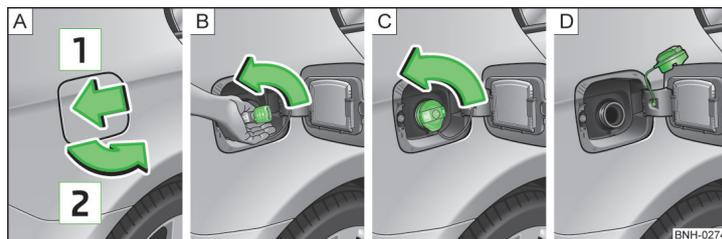

Fig. 110 Tappo del serbatoio
Sul lato interno dello sportello del serbatoio sono riportati i tipi di carburante idonei per il veicolo nonché le dimensioni dei pneumatici e la pressione di gonfiaggio » fig. 110 a pagina 131.
- Premere sullo sportello del serbatoio nella direzione indicata dalla freccia **1** » fig. 110.
- Togliere il tappo del serbatoio svitando nella direzione indicata dalla freccia » fig. 110 - C.
- Inserire dall'alto il tappo del serbatoio sullo sportello del serbatoio » fig. 110 - D.
- Inserire il tappo del serbatoio sul bocchettone del serbatoio del carburante e ruotarlo in direzione della freccia fino a quando non si innesti in modo sicuro » fig. 110 - C.